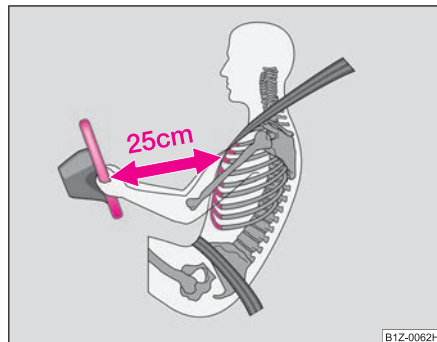

Fig. 164 Distanța sigură față de volan
- Atât pentru conducător cât și pentru pasagerul dreapta este important să păstreze o distanță de cca. 25 cm față de volan, respectiv de tabloul de bord ⇒ fig. 164. Dacă nu se respectă această distanță, sistemul airbag nu își poate exercita eficiența maximă – Pericol! Pe lângă acestea, scaunele din față și tetierele trebuie să fie întotdeauna reglate în funcție de mărimea corpului.